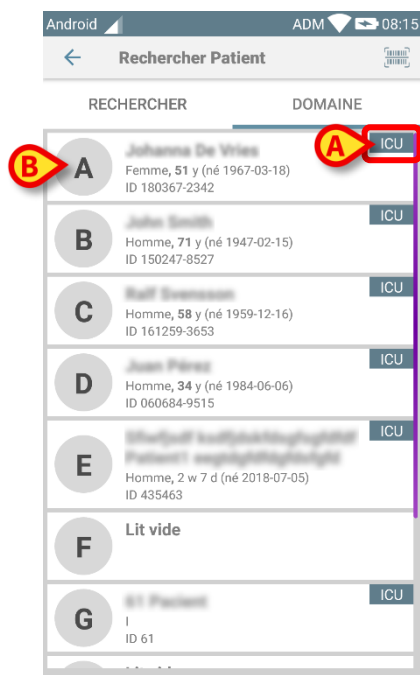
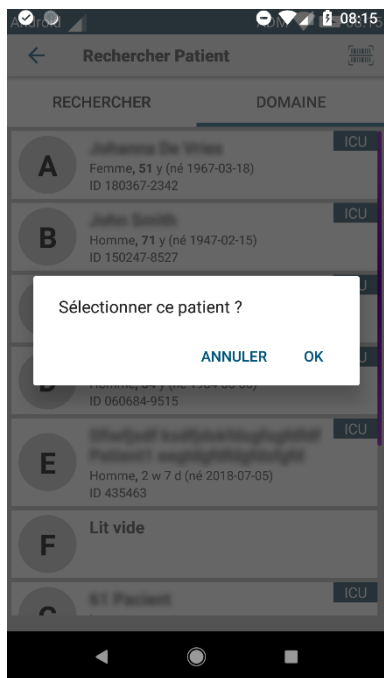

Fig 40
Fig 41
- Appuyez sur l'onglet “DOMAIN” [domaine]. La fenêtre suivante apparaîtra (Fig 40)
La Fig 40 montre que tous les patients sont répertoriés, sans tenir compte de leur domaine. L'étiquette en haut à droite de chaque carreau montre le domaine des patients (Fig 40 **A**).
- Appuyez sur le carreau indiqué dans la Fig 40 **B**. Une confirmation de l'utilisateur est nécessaire (Fig 41).